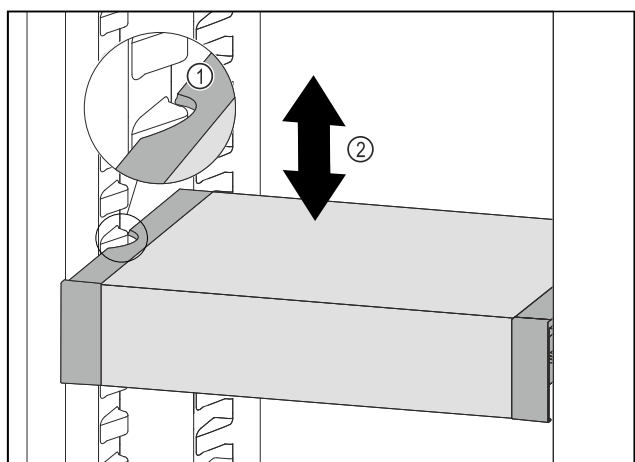

Fig. 91
- ▶ Træk VarioSafe fremefter, indtil udsparingerne i siden på VarioSafe er på niveau med beholderribben i kølesektionen. Fig. 91 (1)
- ▶ Flyt VarioSafe op eller ned i kølesektionen, indtil den ønskede højde er nået. Fig. 91 (2)